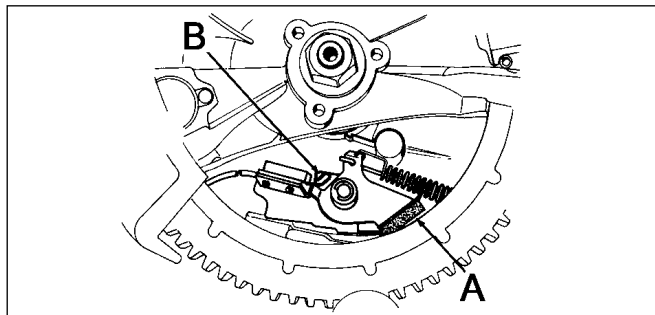

Abb. 1
- **ABSCHALTEN DES MOTORS** (Abb. 1). In Haltestellung wird der Bremskontakt zwischen dem Bremsklotz **(A)** und der Schwungradinnenseite hergestellt. Gleichzeitig wird die Zündung durch Schließen des Massekontakts **(B)** abgeschaltet.